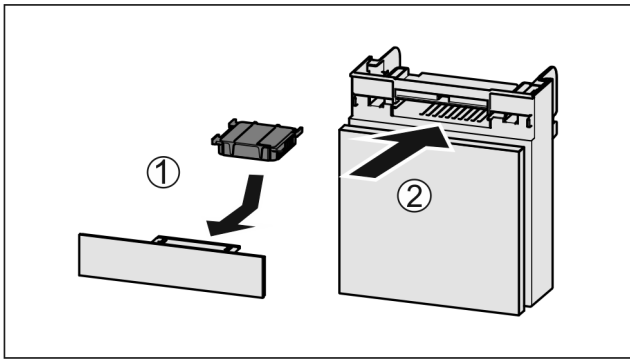

Fig. 190
- ▶ Aktivkohlefilter nach Abbildung einsetzen Fig. 190 (1).
- ▶ Fach einschieben Fig. 190 (2).